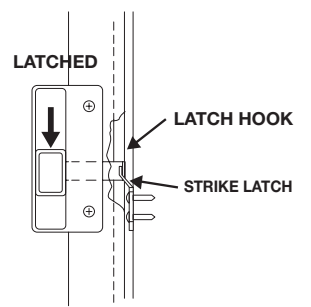

Fig. 8
C. Attach strike latch to frame jamb and test latch engagement by sliding handle latch bar downward. **(Fig. 8)**
C. Fija el gancho del pestillo a la jamba del marco de la puerta y prueba el enganche del pestillo deslizando la barra del pestillo de la manija hacia abajo. (Fig. 8)